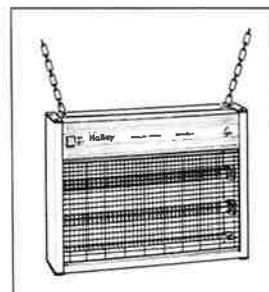

Fig. 1
1. Die Schrauben und die schwarzen Kappen (siehe Abb. 1) entfernen; anschließend die seitlichen Verkleidungen abnehmen.